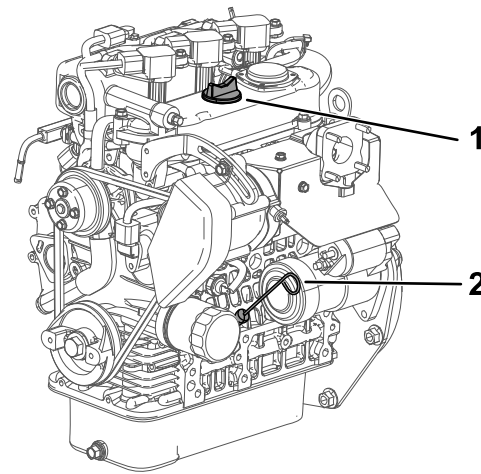

Figura 15
- Retire la varilla y límpiela con un paño limpio (Figura 15).
- Introduzca la varilla en el tubo asegurándose de que entre a fondo (Figura 15).
- Retire la varilla y compruebe el nivel de aceite (Figura 15).
- Si el nivel de aceite es bajo, retire el tapón de llenado (Figura 15) y añada suficiente aceite para elevar el nivel a la marca Lleno de la varilla.
6. Coloque la varilla firmemente (Figura 15).